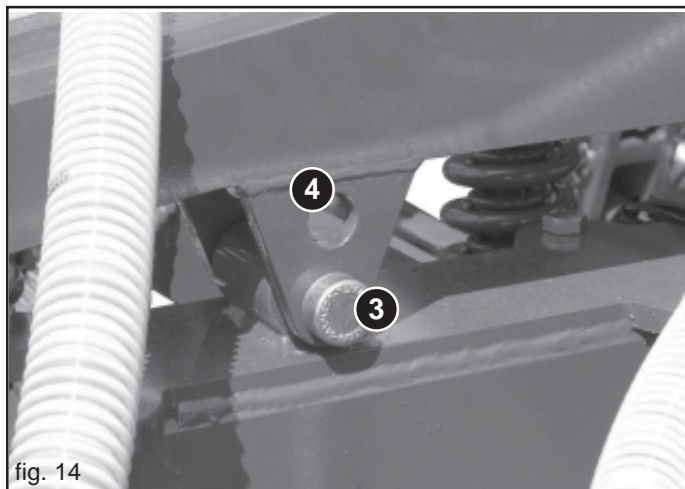

fig. 14
- Mit den Stiften absichern (3, Abb. 14).
- Die Bolzenstifte (3) lösen und in den auf Abbildung 14 dargestellten Sitz stecken;